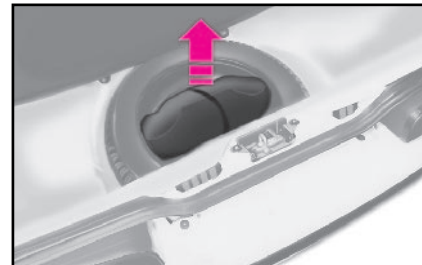

fig. 2
– Levante la alfombra **fig. 2**.